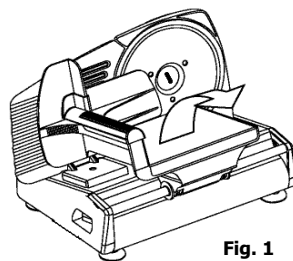

Fig. 1
3. Separe la plataforma del aparato **[Fig. 1]**.